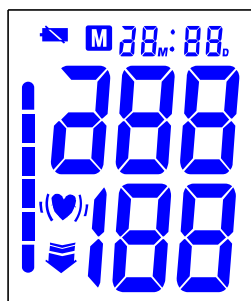

Рис. 6
- a. После закрепления манжеты и приведения своего тела в удобную позицию, описанную выше, нажмите на кнопку "START". Послышится звук 'бип' и на дисплее покажутся значения с целью тестирования. См. Рис. 6.